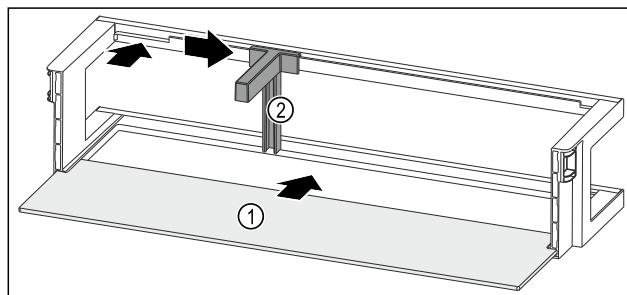

Fig. 227 Dveřní přihrádka s odkládací plochou
- Odkládací plochu Fig. 227 (1) zasuněte do bočních vybrání.
- Držák lahví Fig. 227 (2) vložte do vybrání.
- Držák lahví Fig. 227 (2) posuňte na stranu do požadované polohy.